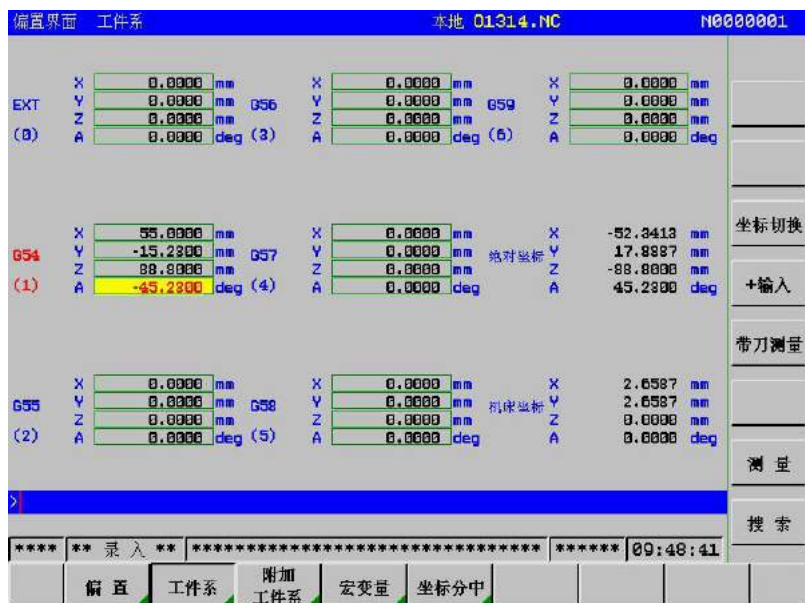

图3-3-2
在<录入>或<编辑>操作方式，按下软键 **工件系** 进入工件系界面（见图 3-3-2）。
用户可以根据每个工件坐标系括号内的数字进行搜索。如图 3-3-2 中，G57 (4)，用户就可以直接输入 4 再按 **搜索** 子软键，光标会自动跳到你所搜索的内容上。在搜索附加工件坐标系时，要在前面多加个 P (工件坐标系的输入范围为 0~6，而附加工件坐标系的则是 P1~P48)。